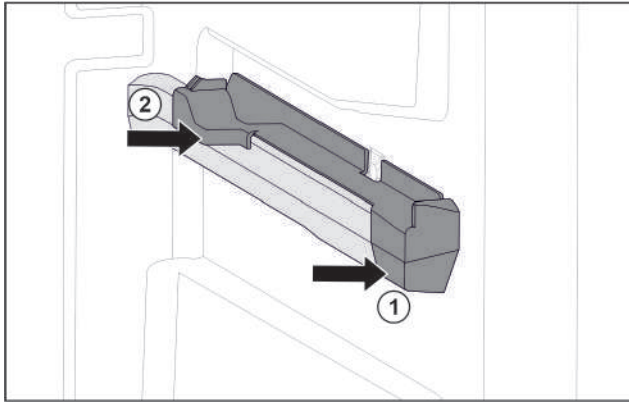

Fig. 32 Aufsteckteil auf der rechten Behälterrippe
- ▶ Aufsteckteil vorne an Behälterrippe ansetzen. Fig. 32 (1)
- ▶ Aufsteckteil hinten andrücken. Fig. 32 (2)